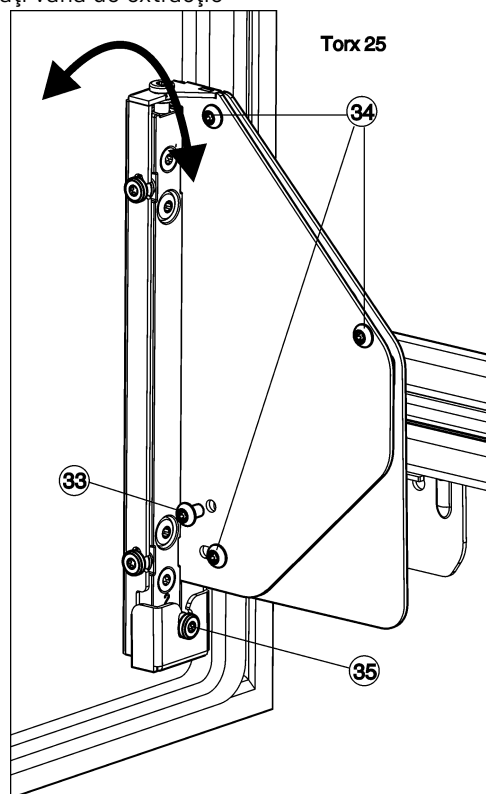

Fig. 26
- ▶ Deșurubați și scoateți complet șurubul Fig. 26 (33).
- ▷ Eliminați ca deșeu șurubul Fig. 26 (33), acesta nu mai este necesar.
- ▶ Desfaceți șuruburile Fig. 26 (34) numai cu 1 până la 2 rotații.
- ▶ Rotiți șurubul de corecție a poziției Fig. 26 (35). În sens orar: ușa se îndepărtează sus de corpul aparatului. În sens anti-orar: ușa se apropie sus de aparat și se îndepărtează jos de corpul aparatului.
- ▶ După încheierea corecției înclinației, strângeți din nou ferm toate șuruburile Fig. 26 (34).